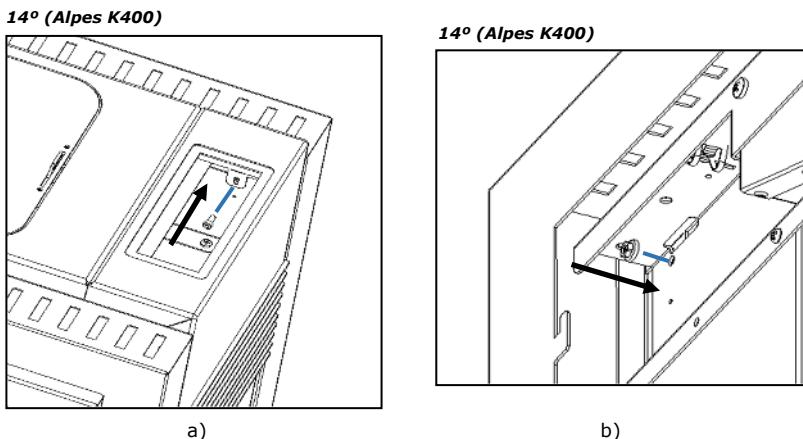

Figura 67 A e B - Fixação das laterais estruturais
- q) Depois de encaixar as laterais, aperte estas à estrutura do equipamento. No caso da Alpes K400 utilizando dois parafusos **A** (DIN 912 M5x12) e duas porcas **B** (DIN 6923 M5), nos furos preparados para o efeito ver Figura 67-a e b.